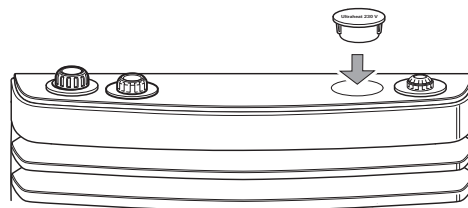

Figura 22
- ▶ Sostituire il coperchio montato sul riscaldamento S con il coperchio con la scritta «Ultraheat 230 V» (Figura 22).